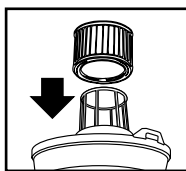

FIGURA 4
11. Con la tapa del depósito en posición invertida, deslice el filtro de cartucho hacia abajo sobre el alojamiento de la tapa, empujando hasta que el filtro se selle contra la tapa. **FIGURA 4.**